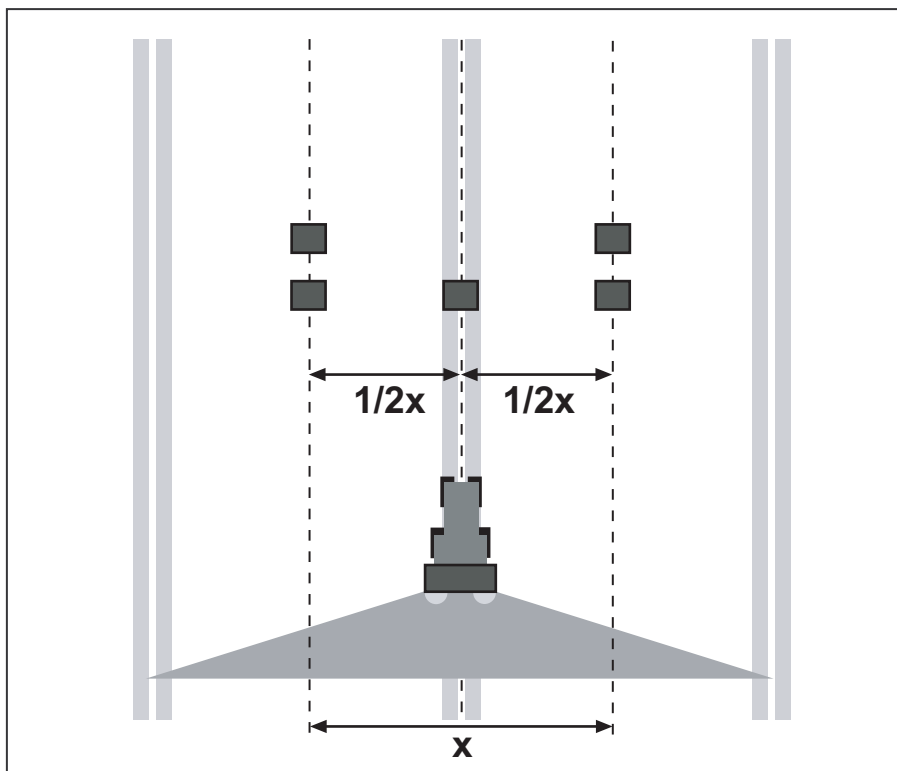

図 8.26: 1回走行の配置
- 図のように2つのトレーをオーバーラップゾーン（行路の間）に一列に置き（1 m 間隔）、1つを進路に配置します（図 8.26 を参照）。